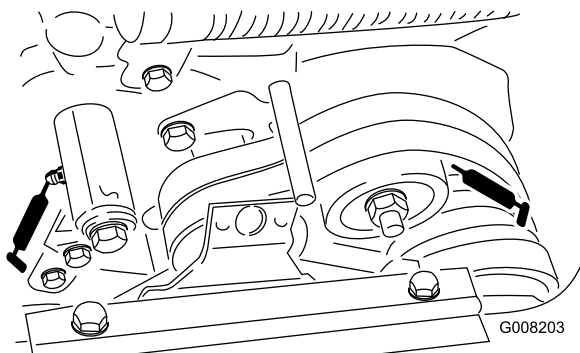

Figure 17
- 2 sur les pivots de renvoi de courroie (Figure 17).